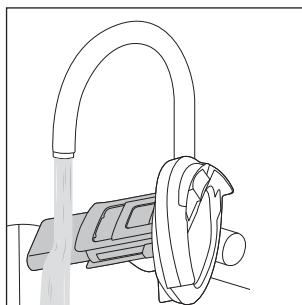

Rys. 23
- ♦ Wypłucz zbiornik na brudną wodę **2** pod ciepłą, bieżącą wodą (patrz rys. 23).